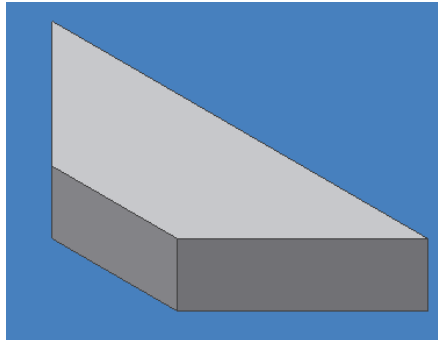

Figura 3.60 Ampliación del solido en sus extremos a un ángulo de 45°.
- Seleccione los planos de los costados del solido para esta operación, y obtenga esta figura 3.60.